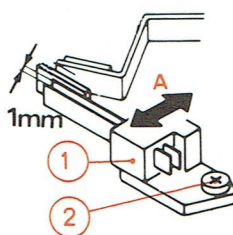

Fig. 9
A. RÉGLAGE DE L'INTERRUPTEUR MARCHE-ARRET (Fig. 9)
- 2° - La distance entre les contacts de l'interrupteur (1) doit être de **1 mm**.
- 3° - Dans le cas contraire, desserrer la vis (2) et, suivant la flèche A, pivoter l'interrupteur (1) dans le sens convenable.